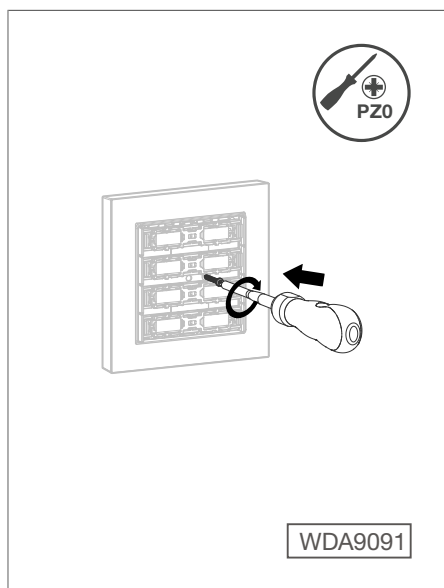

Fig. 11: Installera demonteringsskydd
- Använd vid behov skruven för att installera demonteringsskydd (Fig. 11).